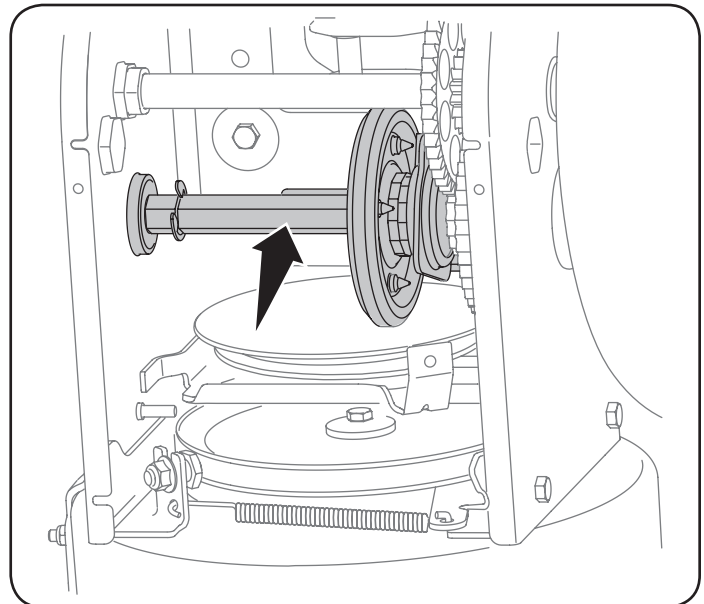

Figura 14
3. Aplique al eje hexagonal una capa ligera de una grasa multiusos apta para condiciones climáticas múltiples. Vea la figura 14.